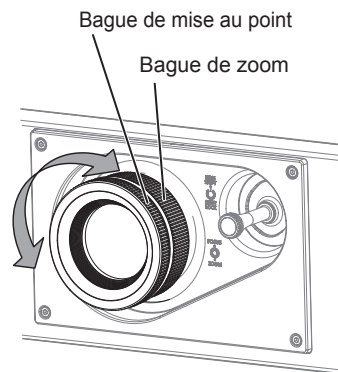

Fig. 2
5) **Régalez le zoom et la mise au point. (Fig. 2)**